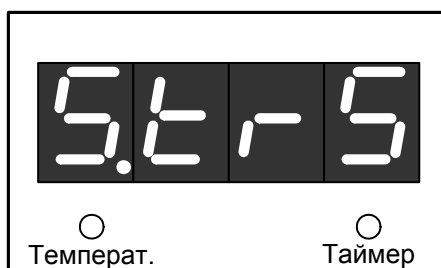

Рисунок 29.
7.3. Меню «Выбор закона терморегулирования» (рис. 29.).